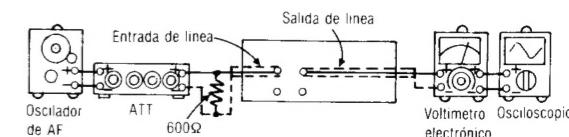

Fig. 6
1. La conexión del equipo de prueba se muestra en la Fig. 6.
6. Si no está dentro de la estandar, ajustar RV3 (CH-I) (RV4 (CH-D)) y repetir el paso (2), (3) y (4) hasta que la salida esté dentro de la estandar.